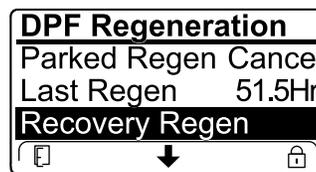

Figura 78
- Se il computer del motore non ha richiesto una rigenerazione di recupero e voi scorrete il menu verso il basso fino all'opzione RECOVERY REGEN, la rigenerazione di recupero viene bloccata e l'icona di blocco (Figura 78) compare nell'angolo in basso a destra dell'InfoCenter.